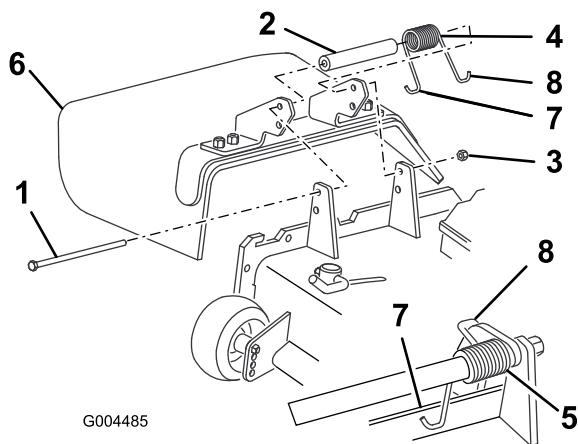

Figura 80
3. Coloque el espaciador y el muelle entre los soportes del deflector de hierba nuevo (Figura 80). Coloque el gancho en J del extremo izquierdo del muelle detrás del reborde de la plataforma.
Nota: Asegúrese de colocar el gancho en J del extremo izquierdo del muelle detrás del reborde de la plataforma antes de instalar el perno, según muestra Figura 80.
4. Instale el perno y la tuerca. Coloque el extremo derecho en J del muelle alrededor del deflector de hierba (Figura 80).
2. Retire la contratuerca, el perno, el muelle y el espaciador que sujetan el deflector a los soportes de pivote (Figura 80). Retire el deflector de hierba dañado o desgastado.